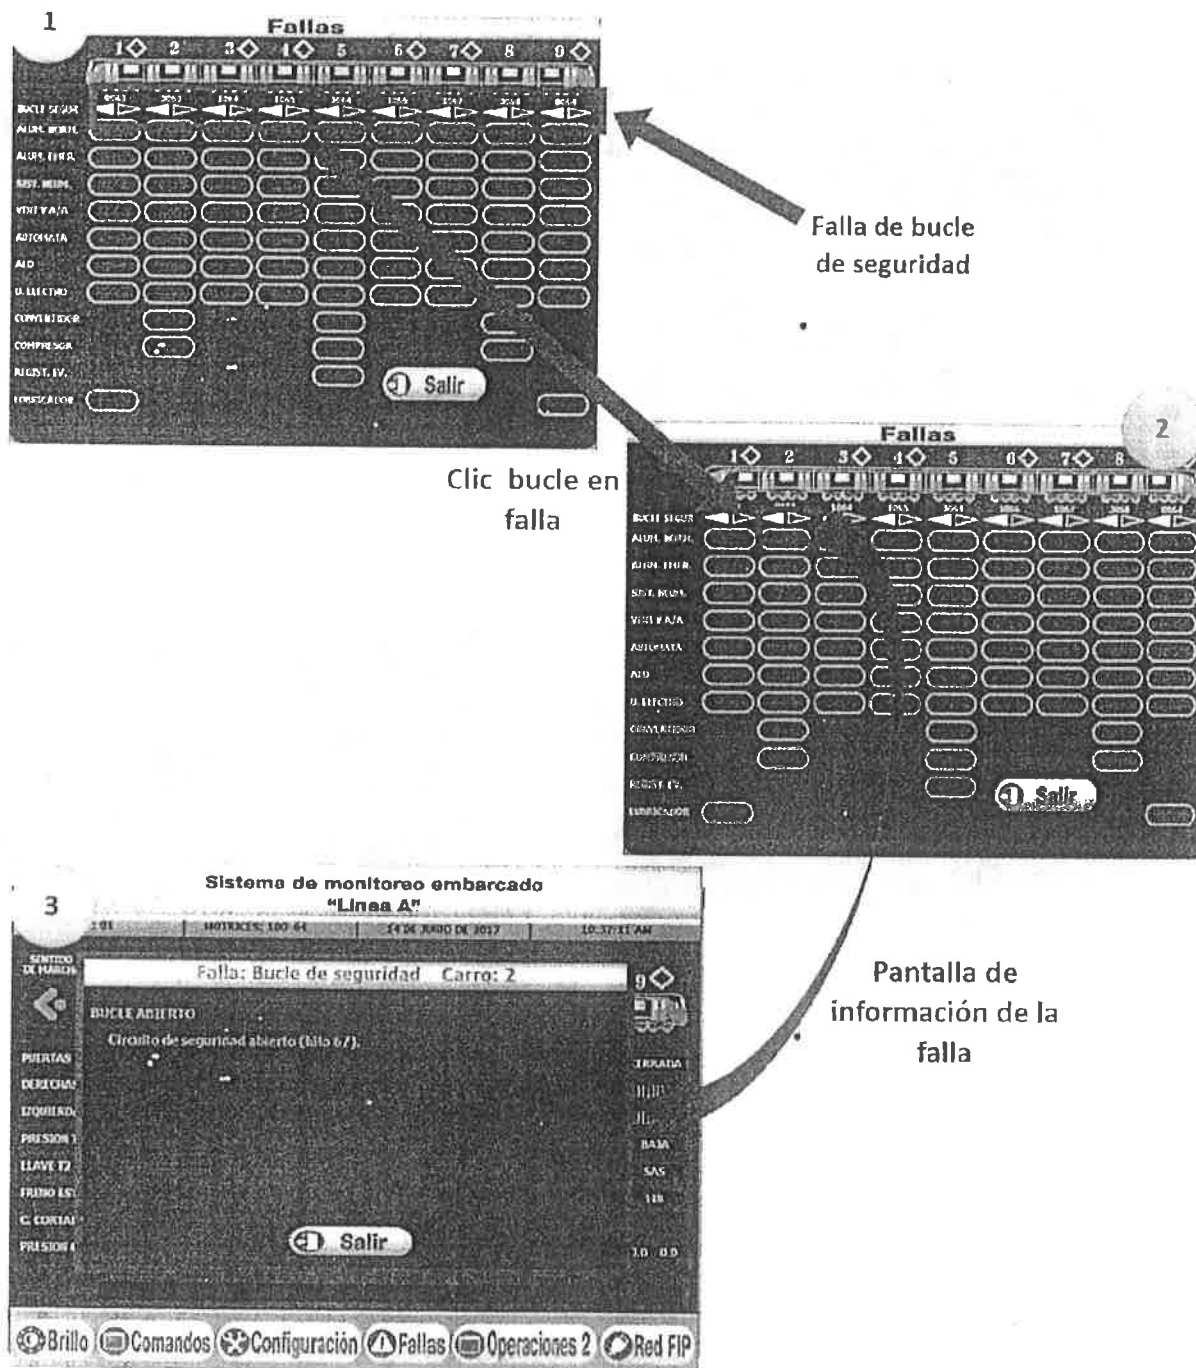

Figura 43. Señalización de falla de bucle de seguridad y visualización de información de la falla.
- La representación de **falla del bucle de seguridad** se muestra de forma diferente a lo anterior, ya que el bucle se observa si está abierto (si muestra uno o varios ◀▶ solo con el contorno blanco y el interior color azul) o cerrado (si muestra uno a varios completamente blancos), en caso de que el bucle se encuentre abierto si lo desea podrá ver la falla del bucle como se muestra en la Figura 43.